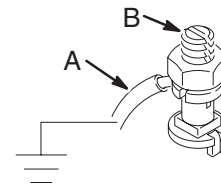

Fig. 1
Para conectar a tierra el agitador, conecte el extremo del cable de conexión a tierra (A) al conector de tierra (B) del agitador. Vea la Fig.1. Conecte el otro extremo del cable de conexión a tierra a una tierra verdadera.